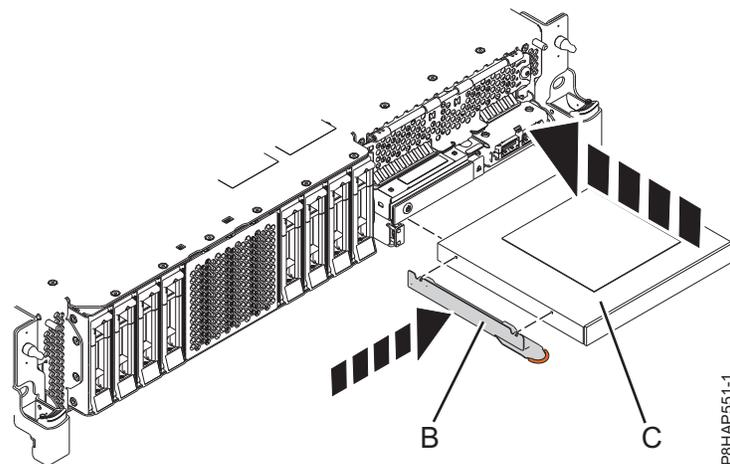
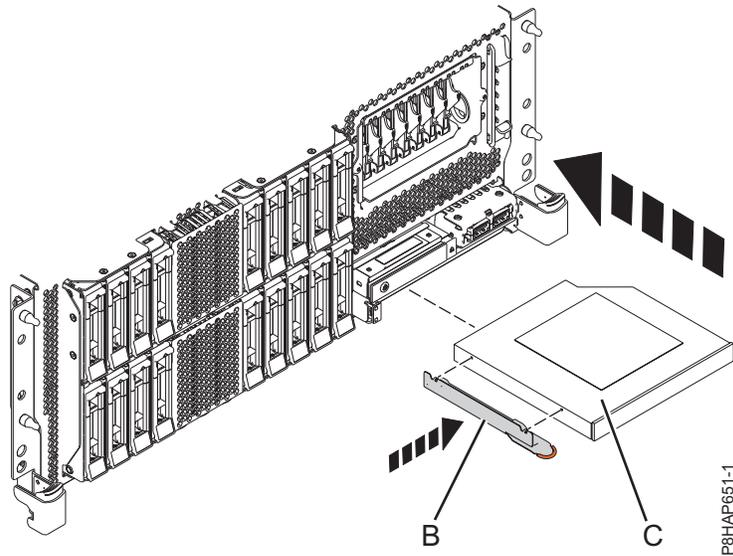
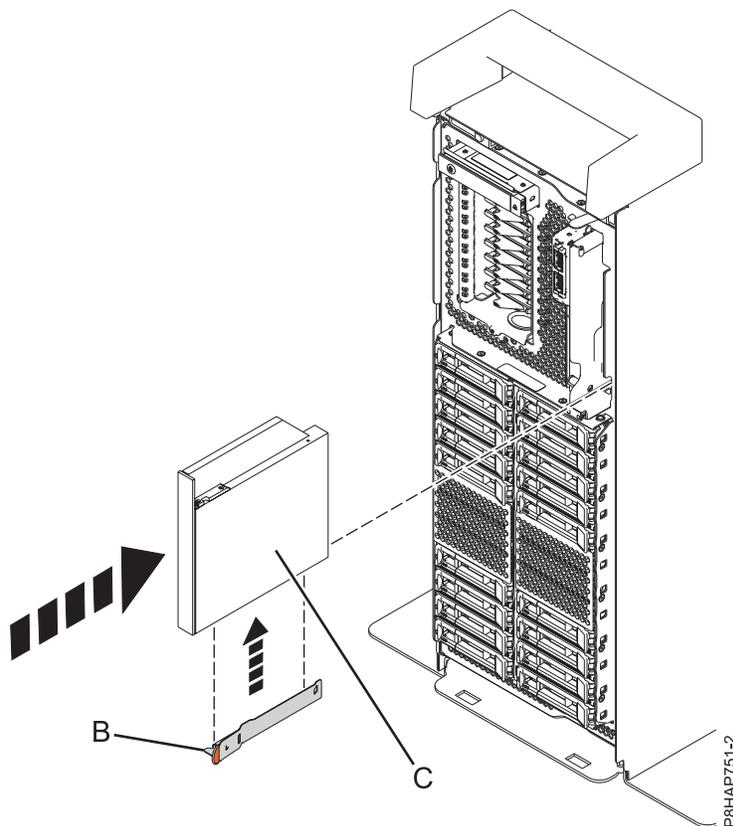

Abbildung 34. Flache Einheit für austauschbare Datenträger austauschen - System 8284-21A oder 8284-22A
Abbildung 35. Flache Einheit für austauschbare Datenträger austauschen - Einschubsystem 8286-41A oder 8286-42A
Abbildung 36. Flache Einheit für austauschbare Datenträger austauschen - eigenständiges System
5. Nehmen Sie die Halterung (B) zur Hand, die Sie aus der fehlerhaften flachen Einheit für austauschbare Datenträger ausgebaut haben.
6. Befestigen Sie die Halterung (**B**) an der neuen flachen Einheit für austauschbare Datenträger; siehe Darstellung in Abb. 34 bei einem System vom Typ 8284-21A oder 8284-22A, Abb. 35 auf Seite 46 bei einem Einschubsystem vom Typ 8286-41A oder 8286-42A oder Abb. 36 auf Seite 46 bei einem eigenständigen System vom Typ 8286-41A.
Für ein System vom Typ 8284-21A oder 8284-22A gilt Abb. 34, für ein Einschubsystem vom Typ 8286-41A oder 8286-42A gilt Abb. 35 auf Seite 46 und für ein eigenständiges System vom Typ 8286-41A gilt Abb. 36 auf Seite 46.